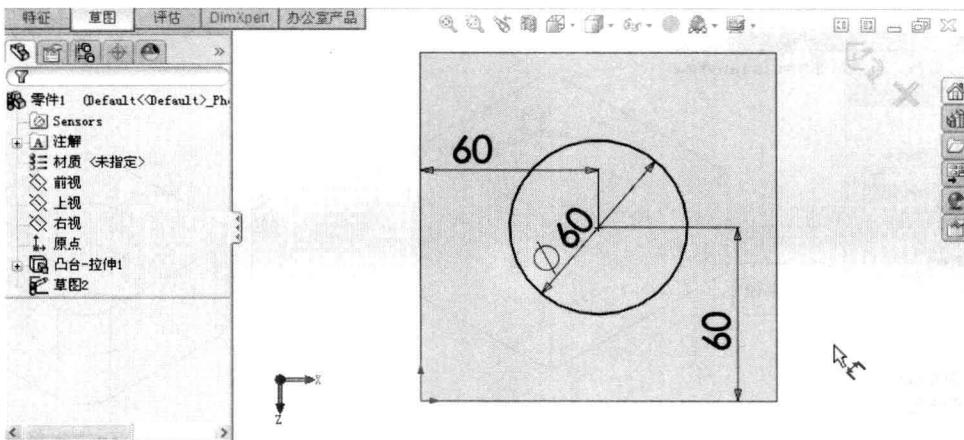

图 1-13 绘制拉伸切除草图
(3) 单击“草图绘制”工具栏上的“圆”按钮 $\odot$ , 如图 1-13 所示, 在矩形中心处绘制一个圆。
(4) 单击“智能尺寸”按钮 $\diamond$ , 单击圆边线将圆直径尺寸设为“60”; 单击圆边线移动光标至竖直边线处, 当出现边线被选中时单击(出现圆心至边线的距离), 标出水平定位尺寸“60”; 同理标出上下定位尺寸“60”, 如图 1-13 所示。